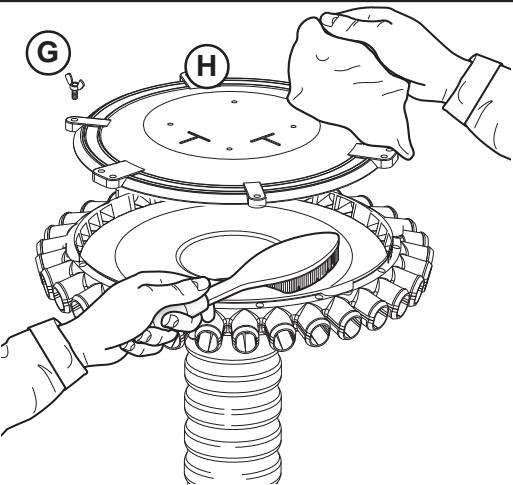
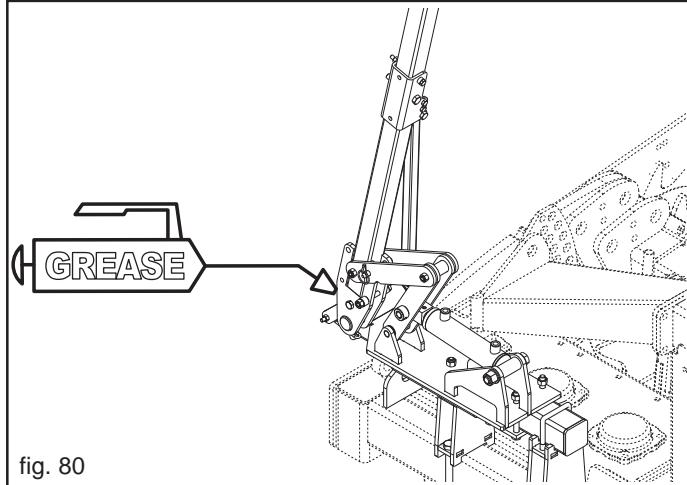
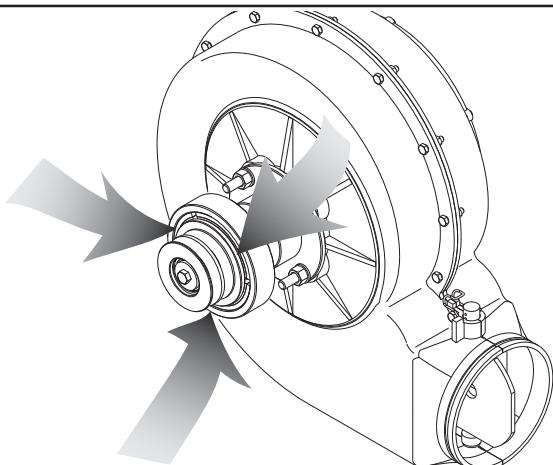

fig. 79
fig. 80
fig. 81
| ALLE 50 ARBEITSSTUNDEN | <ul style="list-style-type: none"> - Den Dosievorrichtungskörper vollständig und sorgfältig reinigen (siehe Kap. 3.4). - Streukopf vollständig und sorgfältig reinigen (Abb. 79): <ul style="list-style-type: none"> • Flügelmutterschrauben lösen und entfernen (G); • Deckel des Streuers abnehmen (H); • die Metallteile mit einer Bürste und die Kunststoffteile mit einem Lappen reinigen; • Deckel aufsetzen und mit den Flügelmutterschrauben festmachen. - Den Bolzen des Spurreisserarms schmieren (Abb. 80). - Die Rutschkupplung des Gebläses mit einem Luftstrahl reinigen (Abb. 81). |